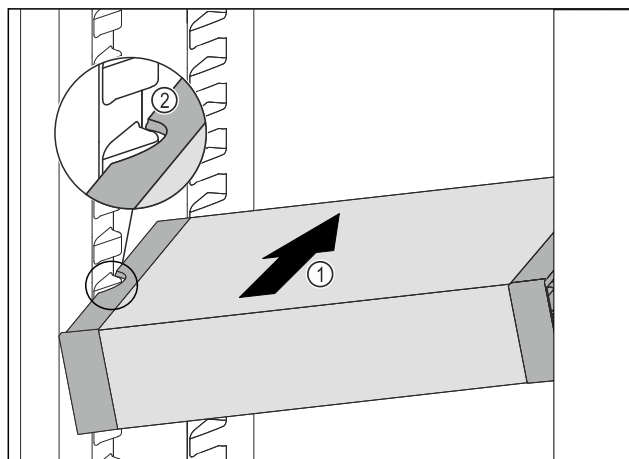

Fig. 87
- VarioSafe skjuts in snett i kyldelen Fig. 87 (1), tills sidofördjupningarna Fig. 87 (2) hos VarioSafe är i samma nivå som behållarlisterna i kyldelen.